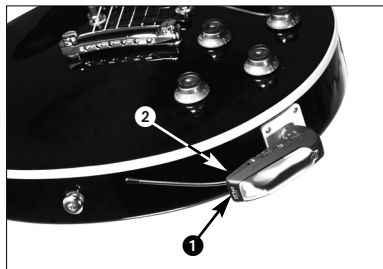

Fig. 5: Stabilisation de l'émetteur
1. Dévissez la fiche Jack (1) de l'émetteur (2).
2. Vissez l'adaptateur (3) sur la fiche filetée (4) de l'émetteur (2).
4.4 Stabilisation de l'émetteur (voir Fig. 5)